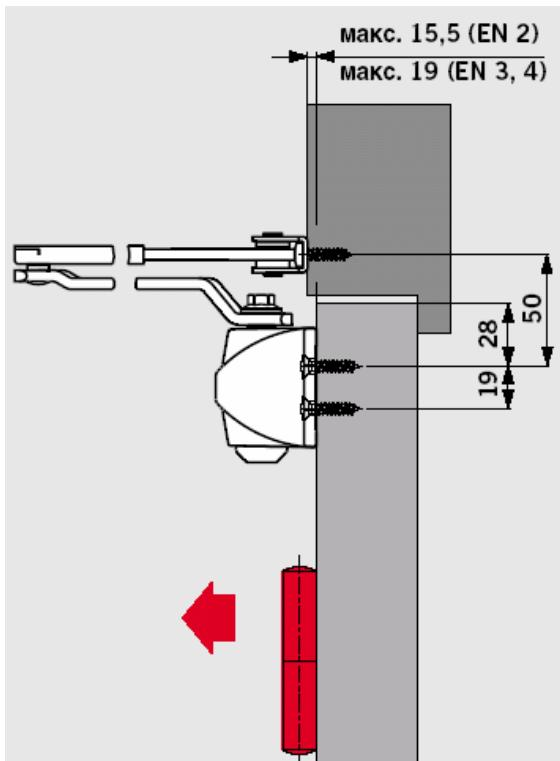

Рис. 11
- Взаимное расположение поверхностей дверной коробки и дверного полотна должно находиться в пределах указанных на **рис. 11** и **12**.